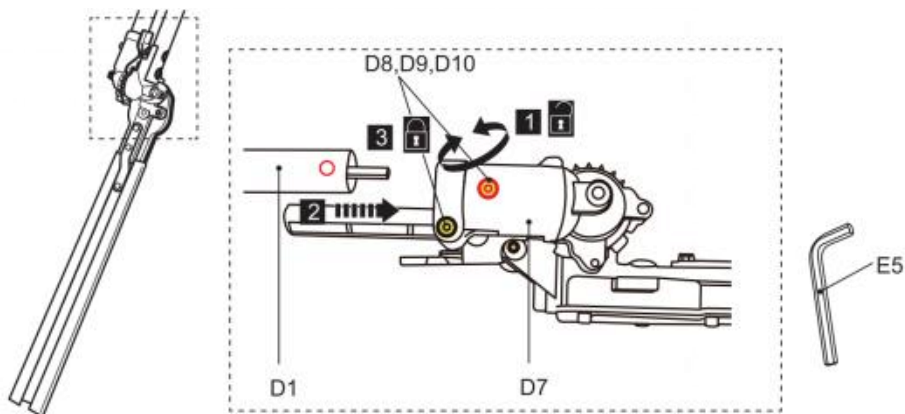

Fig. 20
1) Desserrez les boulons (D8) à l'aide de l'outil (E5) jusqu'à ce que le poteau inférieur (D1) puisse être inséré dans le support (D7) (Fig. 20, étape 1). Ne retirez pas les boulons (D8), les rondelles élastiques (D9) et les rondelles (D10) du support (D7).
2) Alignez et insérez le poteau inférieur (D1) dans le support (D7) avec un mouvement de torsion jusqu'à la butée jusqu'à ce que le trou de montage soit aligné avec le boulon. Utilisez la flèche pour faciliter l'alignement. (Fig. 20, étape 2).
3) Serrez les boulons (D8) pour fixer le poteau inférieur en position (Fig. 20, étape 3).